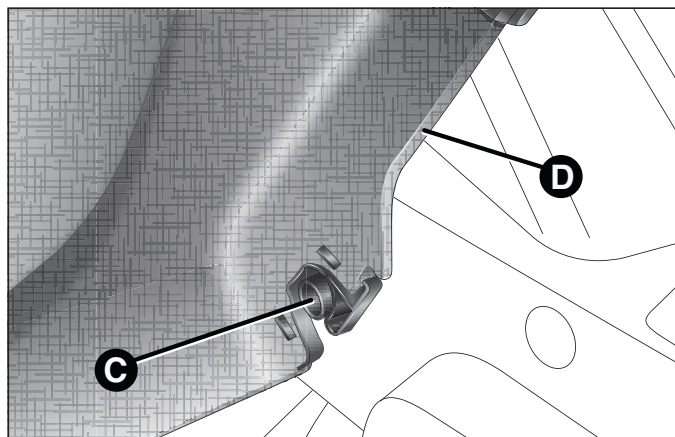

fig. 56
- liberare i perni C fig. 56 posti all'esterno del ripiano, quindi rimuovere la cappelliera D sfilandola verso l'esterno;